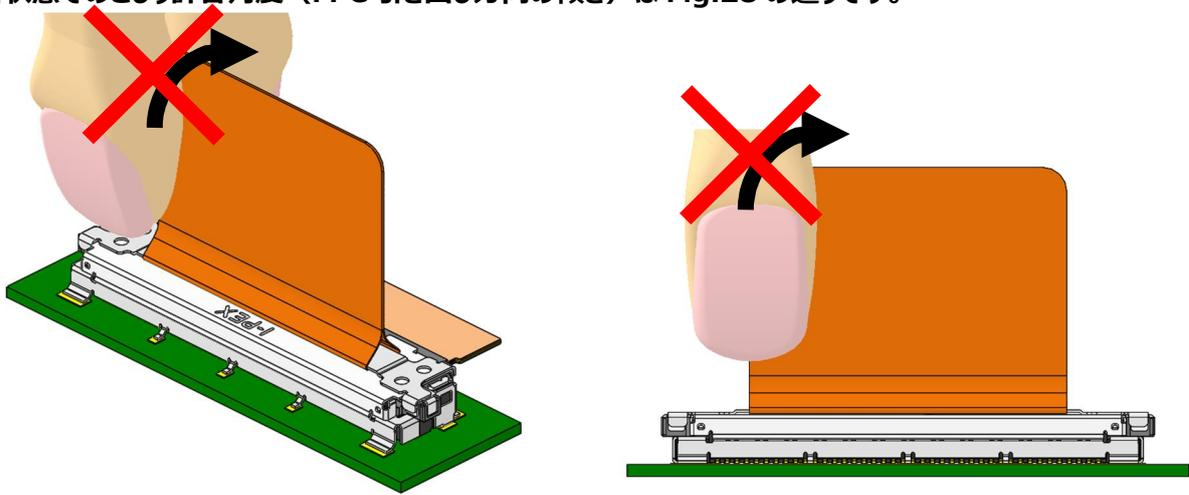
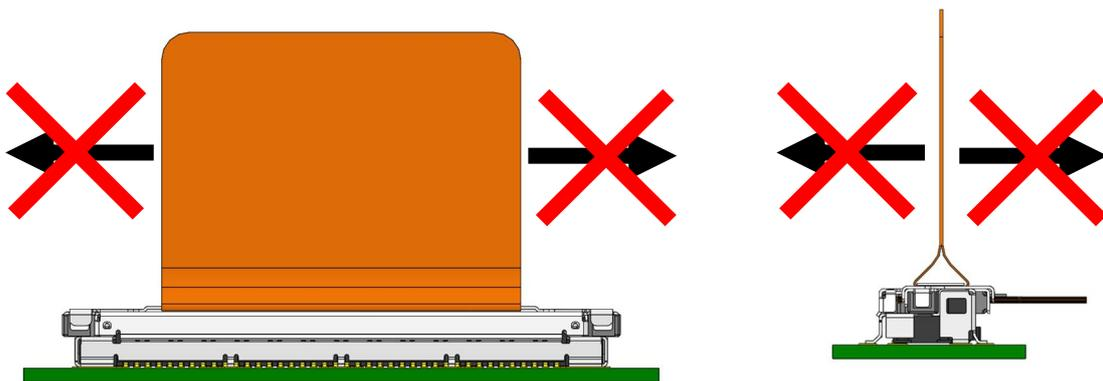

Fig.26 PULL TAPE 片端掴み
Fig.27 PULL TAPE 引張方向
- ・Fig.26 のように PULL TAPE の片端を掴んで回転抜去をしないでください。また Fig.27 のような方向に PULL TAPE を引張らないでください。PULL TAPE が切れたり、SHELL-A,PULL TAPE HOLDER の変形などが発生する原因となりますので、抜去時は PULL TAPE の中心を掴んで基板に対し垂直に抜去してください。